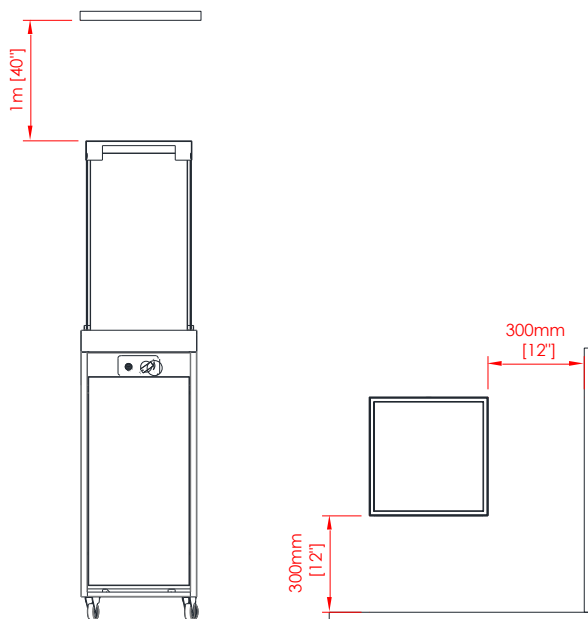

Fig 2 – Distanze minime
- Questo apparecchio deve essere tenuto lontano da materiali infiammabili durante l'uso. Non collocare alcun materiale combustibile entro una distanza di 0,3 m da FARO e 1 m sopra l'apparecchio (Fig 2).